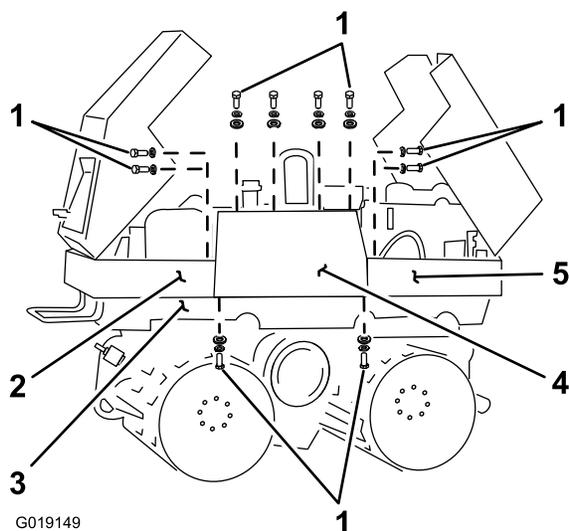
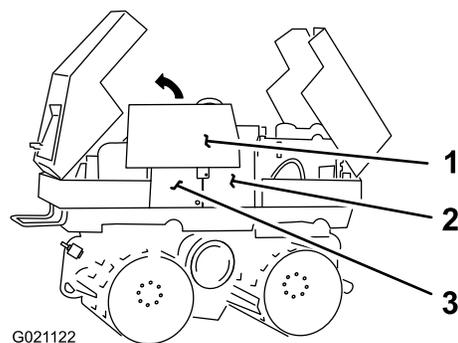

Figura 75
Figura 76
- B. Coloque un recogedor de aceite usado con capacidad de 57 litros (15 galones US) debajo del tapón de vaciado, situado en el lado derecho inferior del depósito hidráulico (Figura 76).
- C. Retire el tapón de vaciado y deje que se drene el aceite hidráulico en el recogedor (Figura 76).
- E. Cuando el aceite hidráulico se haya drenado del depósito, instale el tapón de vaciado en el orificio y apriete el tapón (Figura 76).
1. Retire los pernos y las arandelas que sujetan la parte delantera del panel lateral derecho al **travesaño del capó delantero** (Figura 75).
2. Retire los pernos y las arandelas que sujetan la parte trasera del panel lateral derecho al **travesaño del capó trasero** (Figura 75).
3. Retire los pernos y las arandelas que sujetan el panel lateral derecho al **bastidor superior** (Figura 75).
4. Retire los pernos y las arandelas que sujetan la parte superior del panel lateral derecho al **depósito hidráulico y al depósito de combustible** (Figura 75).
5. Retire el panel lateral derecho del chasis de la máquina, según se muestra en Figura 76.
1. Alinee el panel lateral derecho con los puntos de montaje del depósito hidráulico, el depósito de combustible, el bastidor superior, el travesaño del capó trasero y el travesaño del capó delantero (Figura 75 y Figura 76).
2. Sujete el panel lateral derecho al **depósito hidráulico y al depósito de combustible** con los pernos y las arandelas (Figura 75) que retiró en el paso 4 de **Retirada del panel lateral derecho** (página 57).
3. Sujete el panel lateral derecho a los **travesaños del capó delantero y del capó trasero** con los pernos y las arandelas (Figura 75) que retiró en los pasos 1 y 2 de **Retirada del panel lateral derecho** (página 57).
4. Sujete el panel lateral derecho al **bastidor superior** con los pernos y las arandelas (Figura 75) que retiró en el paso 3 de **Retirada del panel lateral derecho** (página 57).